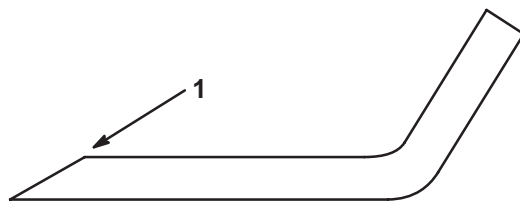

Figure 25
1. Au moyen d'une lime, aiguisiez les tranchants aux deux extrémités de la lame (Fig. 25) en veillant à conserver l'angle de coupe d'origine. Limez la même quantité de métal sur chacun des deux tranchants pour ne pas déséquilibrer la lame.